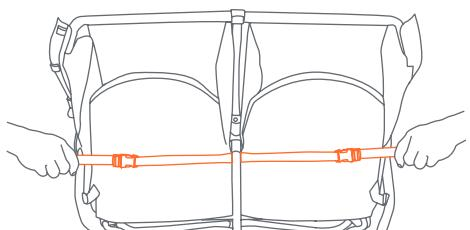

Fig. 17b
- Coloque el respaldo en la posición más alta (Fig. 17b) .